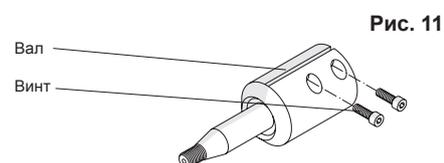

Рис. 11
8. См. рис. 11. Ослабить винты на муфте вала и вытащить вал, затем заменить эл.-двигатель.